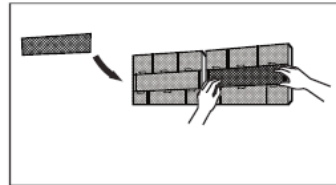

fig. 19 -
4. Retire el filtro purificador de aire en la parte posterior del filtro principal ("fig. 19 -") y límpielo con una aspiradora